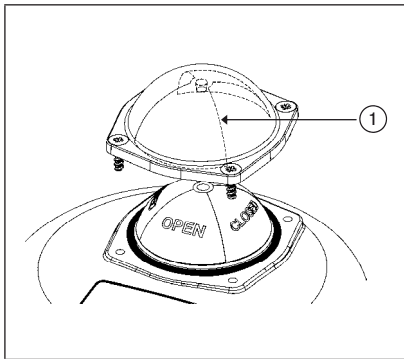

Bild 9: Glashaube
- Glashaube des Stellungsanzeigers 1 inkl. den Dichtring durch Lösen der vier Befestigungsschrauben abnehmen und die Glashaube entfernen (siehe „Bild 9“).